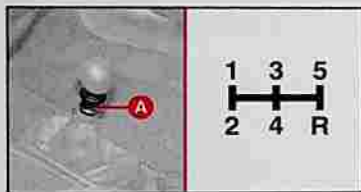

fig. 2
Pour passer les vitesses, écraser la pédale d'embrayage et mettre le levier de vitesse sur une des positions du schéma illustré dans la fig. 2 (le schéma est également reporté sur le pommeau du levier).
– pour la version 80 16V, il faut soulever le collier coulissant **A**-fig. 2 sous le pommeau et déplacer en même temps le levier à droite et puis en arrière;